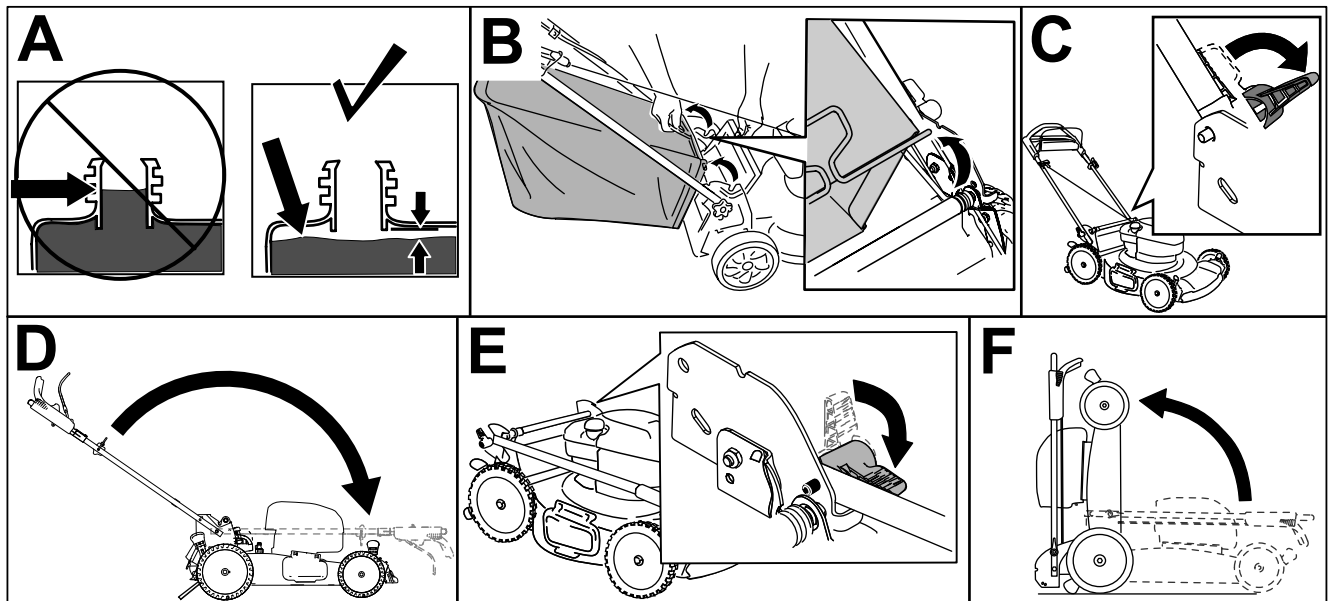

Figura 32
- Nota:** Si el nivel de combustible del depósito de combustible es demasiado alto, drene el combustible del depósito en un recipiente de combustible homologado hasta que esté en o por debajo del nivel recomendado por el fabricante del motor (Figura 32, A).
2. Si la bolsa de recogida está instalada en la máquina, retírela (Figura 32, B).
3. Abra las palancas de bloqueo del manillar (Figura 32, C).
4. Pliegue el manillar completamente hacia adelante (Figura 32, D).
5. Cierre las palancas de bloqueo del manillar (Figura 32, E).
6. Levante la parte delantera de la máquina con el manillar y llévela al lugar de almacenamiento (Figura 32, F).